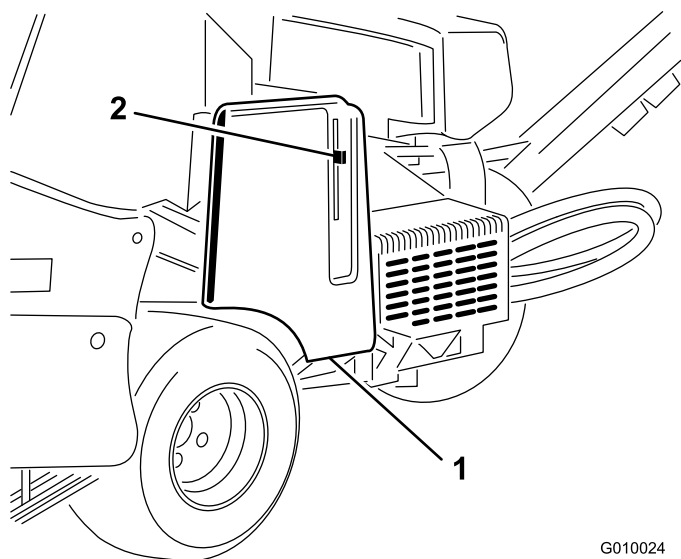
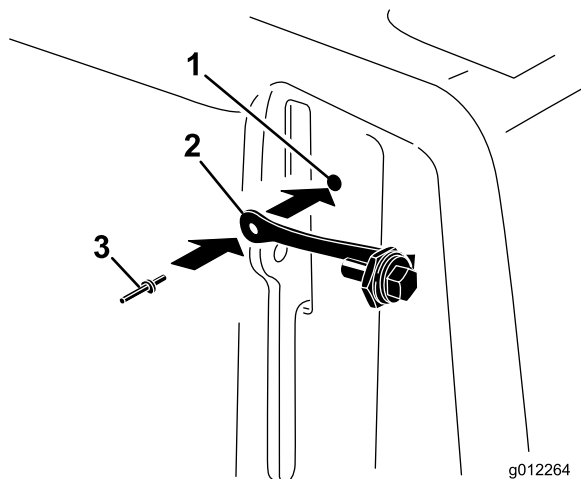

図 8
図 9
1. ラッチカバーの隣にあるベルトカバーの穴を探す（図 8 および 図 9）。
2. ベルトカバーの穴を使って、ポップリベットのついたストラップを取り付ける (図 9)。